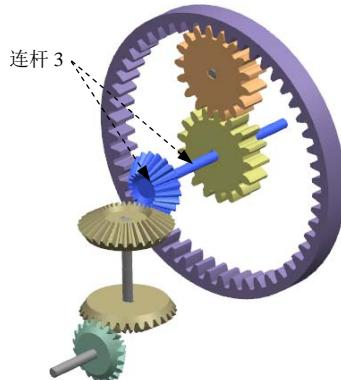

图 5.5.4 定义连杆 1
Step7. 定义连杆3。定义图5.5.4所示的轴3和小锥齿轮2为连杆3；单击**应用**按钮。